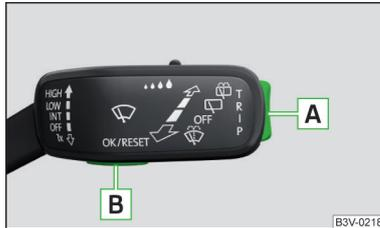
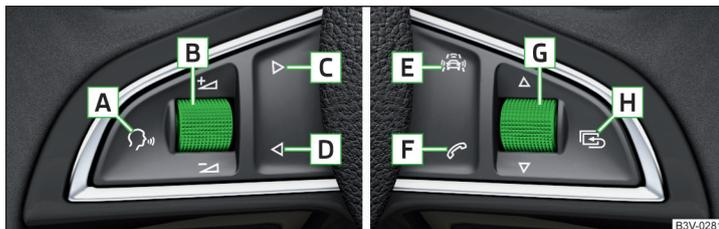

Fig. 30
Fig. 31 Tasti/manopole di regolazione: sul volante multifunzione
▶ Premere a lungo il tasto **A** sulla leva di comando » fig. 30 a pag. 45.
▶ Premere a lungo la manopola di regolazione **G** sul volante multifunzione » fig. 31 a pag. 45.
I menu possono essere utilizzati tramite i tasti sulla leva di comando » fig. 30 a pag. 45 o sul volante multifunzione » fig. 31 a pag. 45.
Ruotando successivamente la manopola di regolazione **G** » fig. 31 a pag. 45, sul volante multifunzione sarà visualizzato il menu **Ultime destinaz.**
- Ruotare la manopola di regolazione **[G]** » **fig. 31 a pag. 45**.